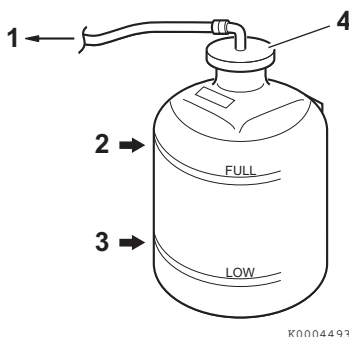

Abbildung 15
5. Kühlmittelstand im Ausgleichsbehälter prüfen. Der Stand muss bei der Markierung VOLL (**Abbildung 15, (2)**) sein. Ggf. Kühlmittel nachfüllen.
6. Den Deckel des Ausgleichsbehälters abnehmen (**Abbildung 15, (4)**), um bei Bedarf Kühlmittel nachzufüllen. Kein Wasser nachfüllen.
8. Überprüfen Sie den Gummischlauch (**Abbildung 15, (1)**) zwischen Ausgleichsbehälter und Kühlmittelbehälter / Wärmetauscher. Bei Beschädigungen auswechseln.